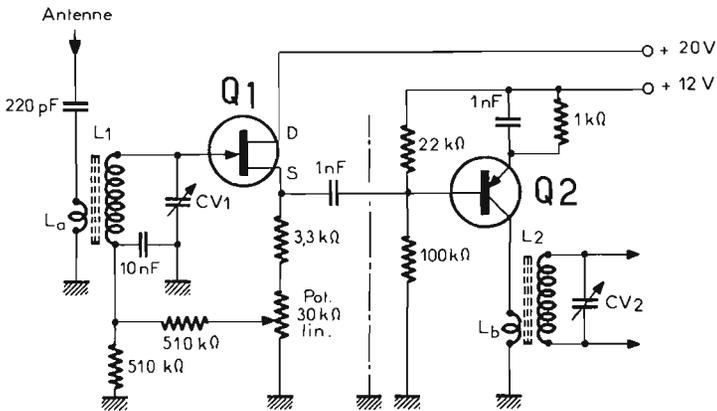

Fig. 11
Par une astuce de montage, on peut cependant se dispenser de la complication du neutrodynage... toujours délicat dans sa mise au point lorsque la bande fréquences à recevoir est importante. Le montage préconisé est indiqué sur la figure 11. On utilise un transistor Q1 (type 2N3819, par exemple) avec sortie non accordée sur
et la porte (P) du second étant reliées à la masse. La sensibilité du montage est de l'ordre de 2 μV avec une réjection de transmodulation d'environ 100 dB. Le montage préconisé est indiqué sur la figure 11. On utilise un transistor Q₃, de même type, équipe l'étage mélangeur du changement de fréquence. Le signal incident arrive sur la source S et l'oscillation locale est appliquée